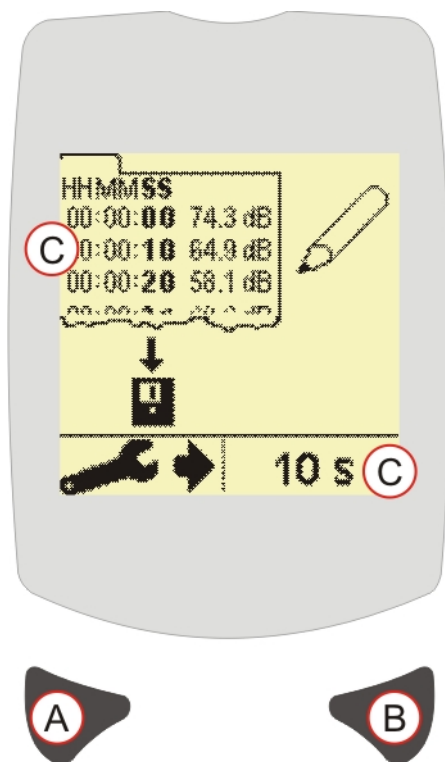

Figure 8 Écran d'intervalle de journalisation – CEL-246 uniquement
Dans la figure 8 (C), l'intervalle de journalisation sélectionné est affiché et il est également indiqué au-dessus de la touche droite (B). Appuyez sur la touche droite (B) pour changer l'intervalle de journalisation. Appuyez sur la touche (A) pour sortir du menu de réglages et revenir à l'écran de mesure.